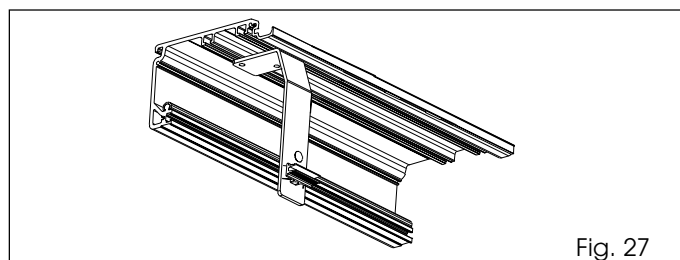

Fig. 27
- Fixer à l'extrémité de la poutre, opposée au groupe du moteur, une bride de fixation du capot en utilisant les vis et les plaquettes fournies (fig. 27).